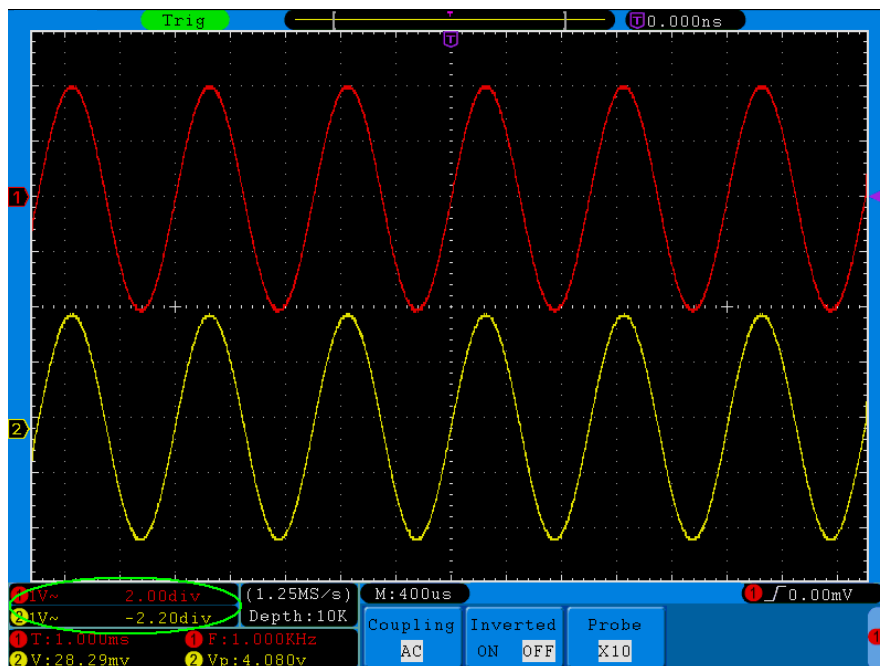

図 5-13 垂直位置情報
3. チャンネル波形の垂直位置を調節している間は、モニター左下に垂直位置情報が表示されます。(図 5-13)。